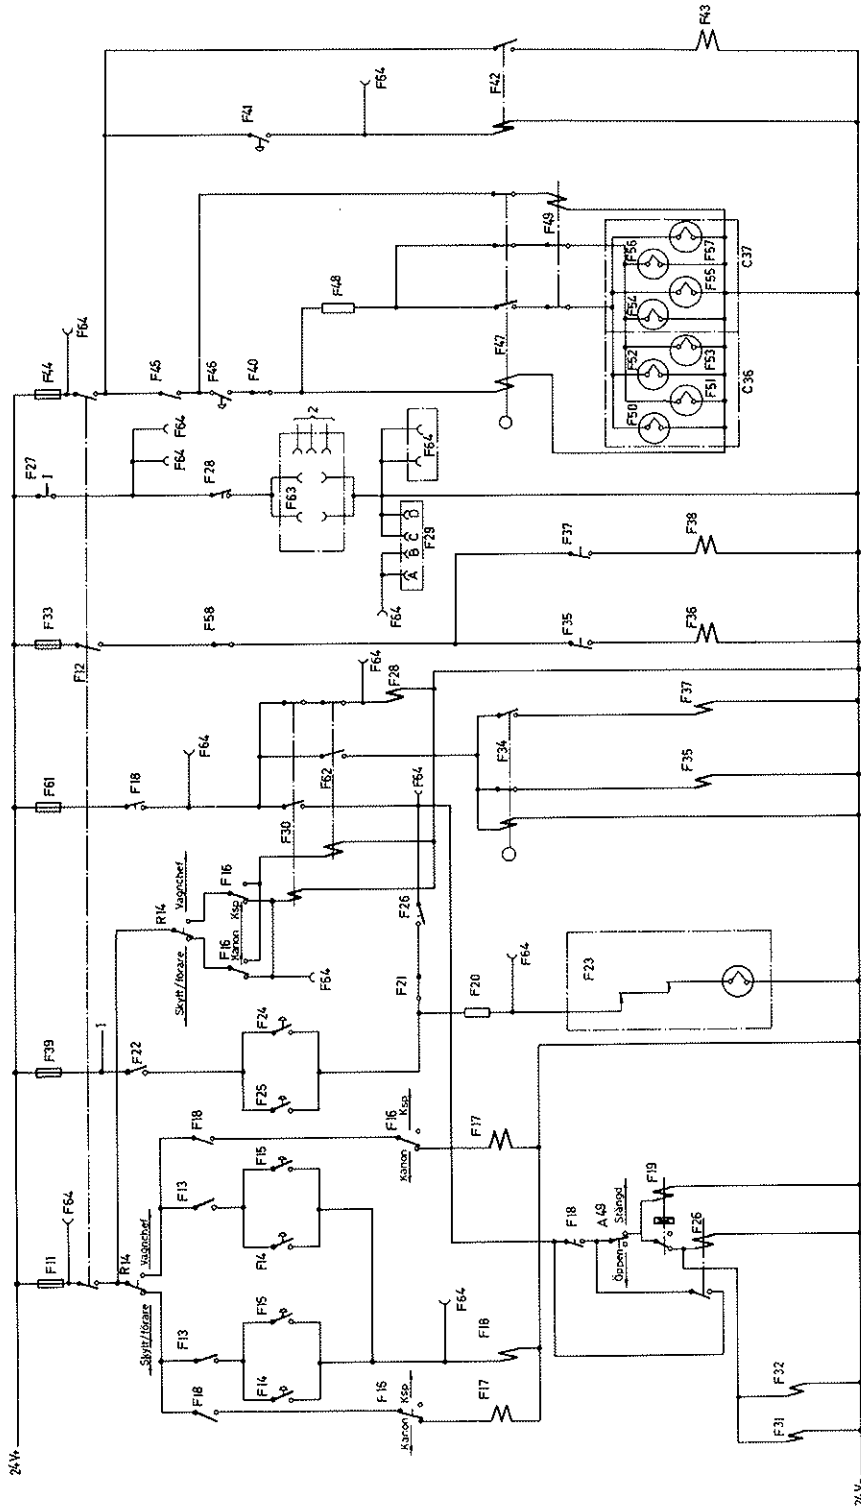

Bild 105. Avfyring, principalschema
1. Se bild 105, Avfyring
Delsystemet Avfyring omfattar samtliga kretsar för avfyring av vapen och rökkastare. Med en gemensam strömställare, F12, kan hela delsyste-met anslutas till vagnens likströmsnät (bild 105). Kretsarna matas över sex olika säkringar. Avfyringskretsarna kan indelas i fem grupper: kanon och fasta kulsprutor, reservavfyring av kanonen, ytterkulspruta, rökkastare samt sekundär- och övningsvapen.